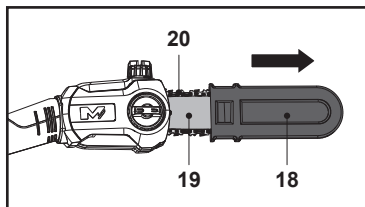

Fig. 4
1. Retirer le cache du guide-chaîne (18) de la chaîne (20) et du guide-chaîne (19) avant utilisation (Fig. 4).
2. Conserver le cache du guide-chaîne (18) dans un endroit sûr.